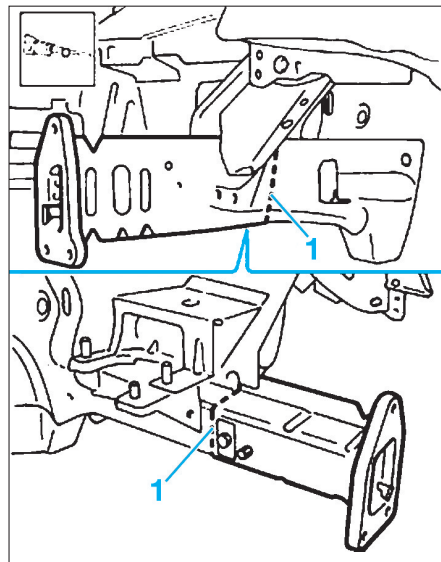

FIG. 1
- Découper le longeron partiellement en (1) (Fig.1).